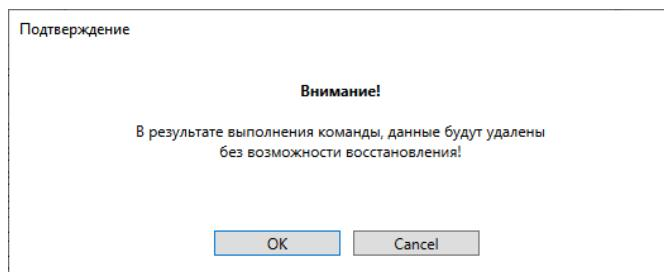
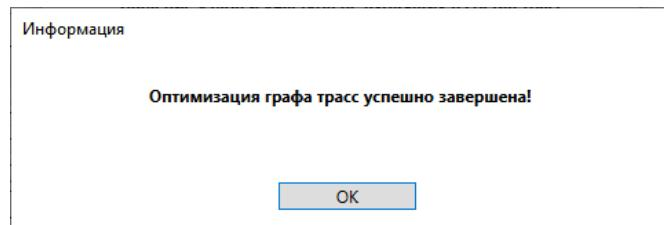

Рисунок 14-7
Рисунок 14-8
2. В появившемся окне Рисунок 14-7 нажать «OK», после окончания процесса появится сообщение Рисунок 14-8.